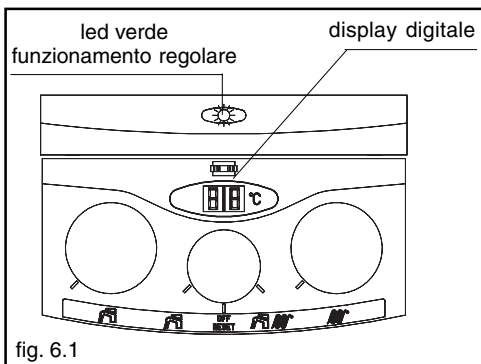

fig. 6.1
- con **led verde fisso** (fig. 6.1) la temperatura relativa alla fase richiesta (riscaldamento o sanitario)